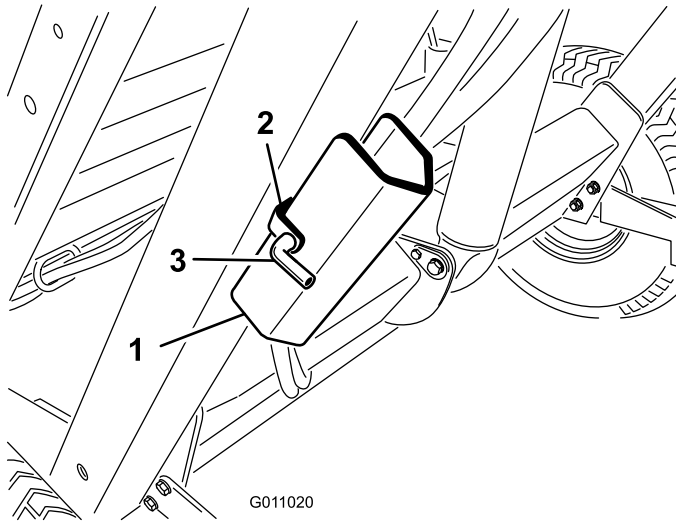

Figura 23
2. Retire o contrapino e o pino que prendem o apoio de segurança ao suporte de armazenamento na estrutura da vassoura (Figura 23). Retire o apoio de segurança.